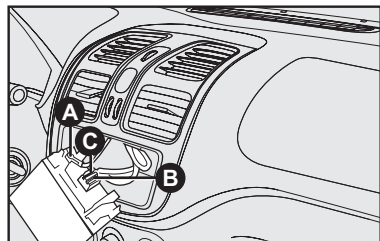

fig. 98
- cabo de alimentação do autorrádio **C-fig. 98**.
- cabo para alto-falante dianteiro e traseiro **B-fig. 98**.